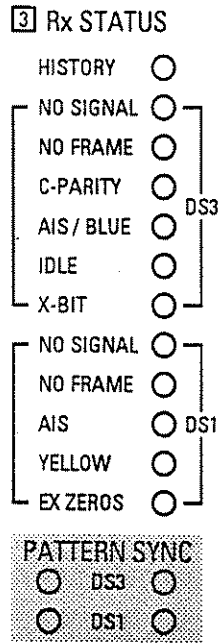

Figure 3-6: Rx STATUS LEDs
3.2.4 Rx STATUS [3]: See Fig 3-6.